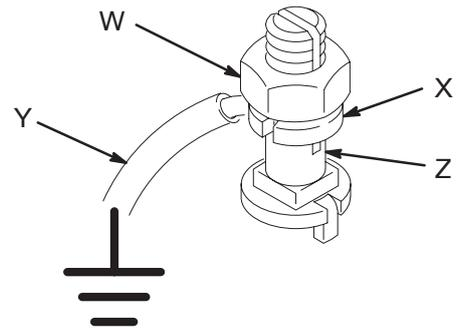

Fig. 1
1. **Bomba:** utilice una abrazadera y un cable de conexión a tierra. Vea la Fig. 1. Afloje la tuerca de apriete (W) y la arandela (X) de conexión a tierra. Introduzca un extremo de un cable de conexión a tierra (Y) de un mínimo de 1,5 mm2 en la ranura de la orejeta (Z) y apriete la tuerca firmemente. Conecte el otro extremo del cable a una tierra verdadera. Pida un cable de conexión a tierra y una abrazadera, ref. pieza 237569.